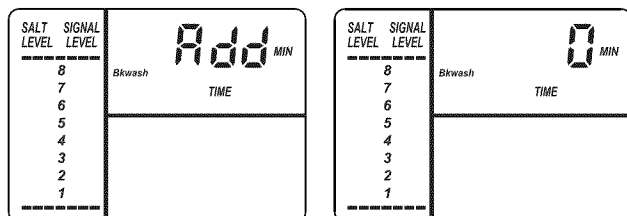

Figura 33
8. Presione nuevamente SELECT (Seleccionar) para mostrar las pantallas alternas ilustradas en la Figura 33.